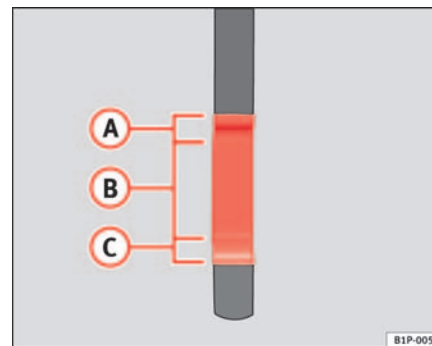

Abb. 144 Ölmesstab.
- Ziehen Sie den Ölmesstab wieder heraus und lesen Sie den Ölstand am unteren Ende des Ölmesstabes ab ⇒ Seite 211, Abb. 144.
Befindet sich der Ölstand im Bereich ⇒ Seite 211, Abb. 144 (A), darf kein Öl nachgefüllt werden.